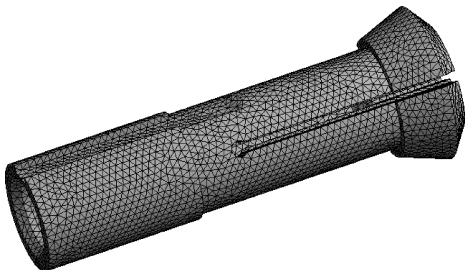

图 9-21 网格划分
(1) 在导航树里单击【Mesh】→【Details of “Mesh”】→【Sizing】→【Size Function】= Adaptive，其他均默认。
(2) 选择模型：右键单击【Mesh】→【Insert】→【Sizing】，【Body Sizing】→【Details of “Body Sizing” -Sizing】→【Element Size】= 0.4mm，其他均默认。
(3) 生成网格：右键单击【Mesh】→【Generate Mesh】，图形区域显示程序生成的四面体网格模型，如图 9-21 所示。